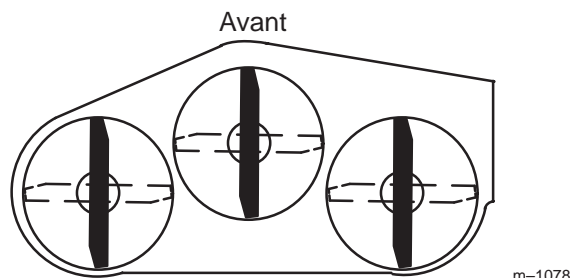
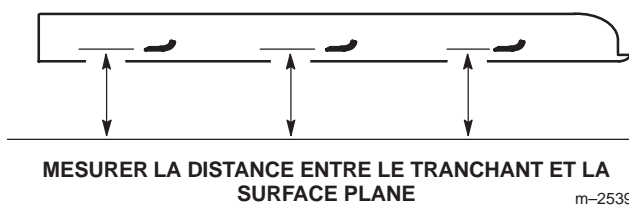

Figure 25
Figure 26
1. Tournez les lames pour qu'elles soient toutes dirigées dans le sens longitudinal (Fig. 25). Mesurez la distance entre la surface plane et le tranchant des lames (Fig. 26) et notez cette valeur.